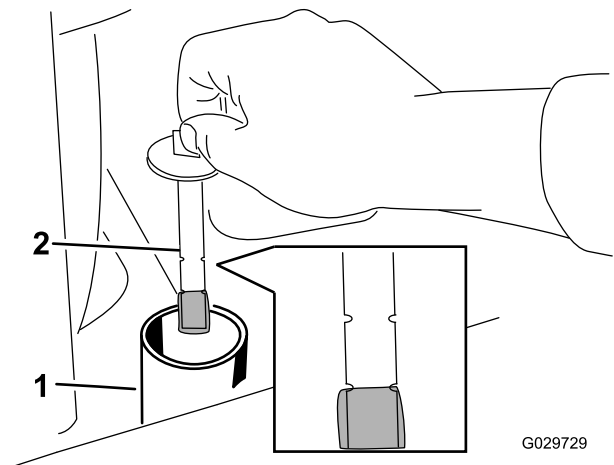

Bild 67
6. Entfernen Sie den Deckel des Hydraulikbehälters und den Peilstab (Bild 67).